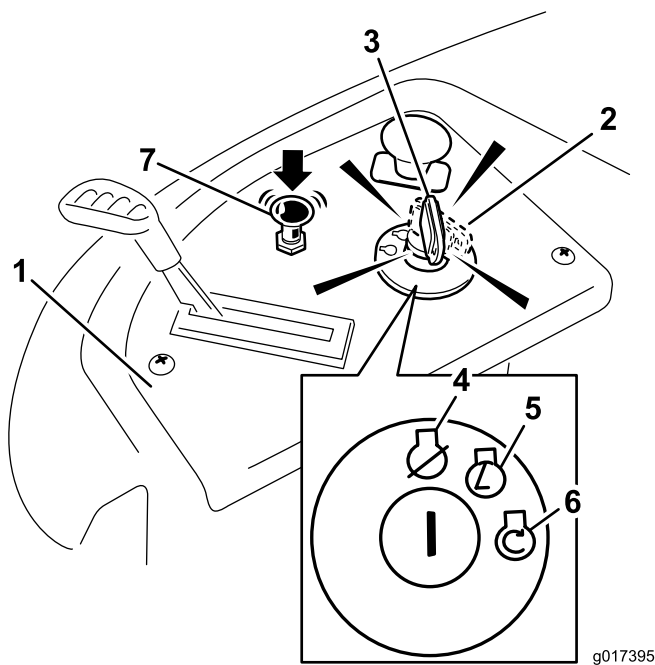

Figure 15
4. Tournez la clé de contact en position de démarrage pour activer le démarreur (Figure 15).
5. Lorsque le moteur démarre, appuyez sur la commande de starter (Figure 15).
4. Tournez la clé de contact en position d'arrêt (Figure 15) et enlevez-la du commutateur d'allumage.